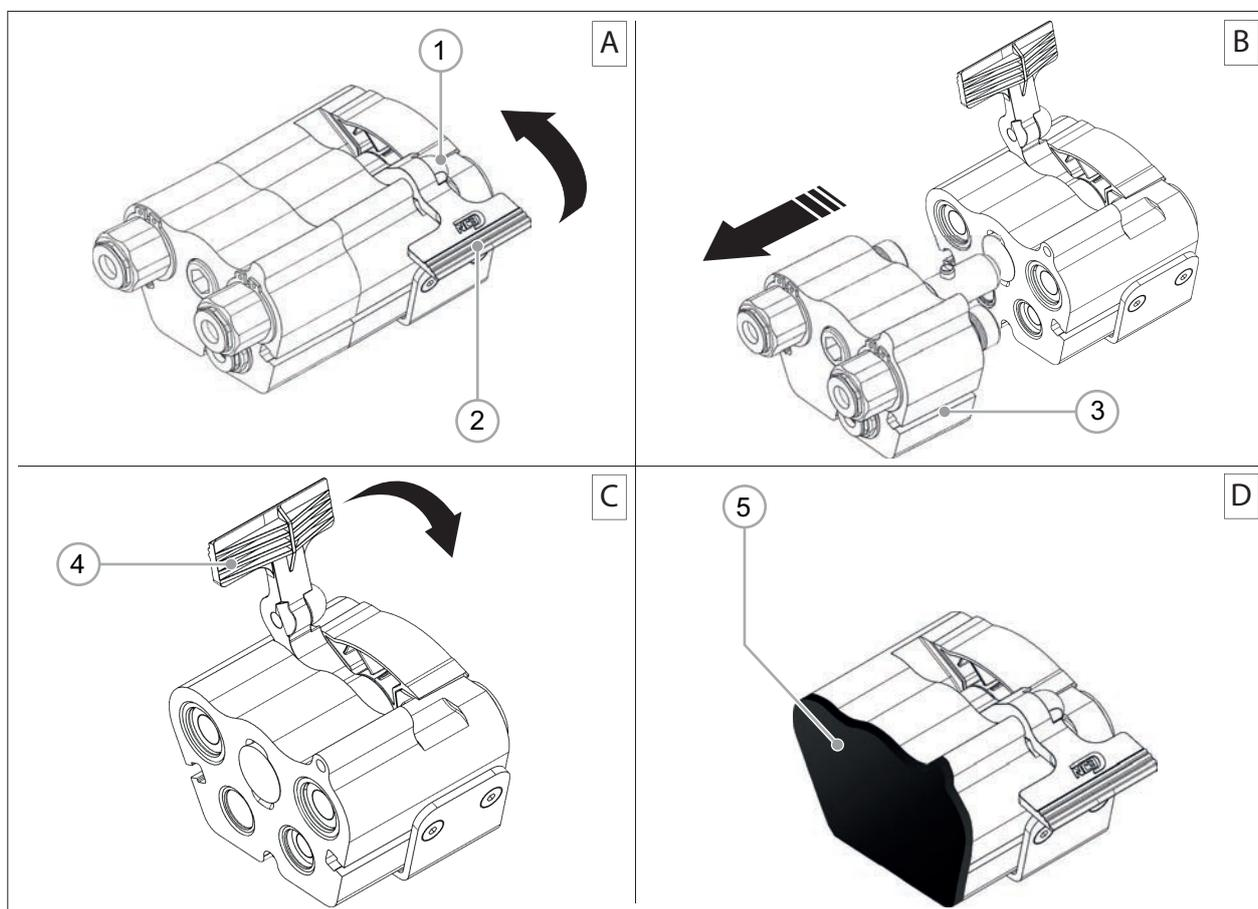

РИС. 31
- 4) Нажмите кнопку блокировки (РИС. 31 - Сс. 1) на ручке замка и поднимите ручку замка (РИС. 31 - Сс. 2) в открытое положение.
- 5) Отсоедините переходную пластину навесного оборудования (РИС. 31 - Сс. 3) от машины.
- 7) Потяните стопорную руку (РИС. 31 - Сс. 4) вниз.
- 8) Закройте мультиконнектор резиновой крышкой (РИС. 31 - Сс. 5).